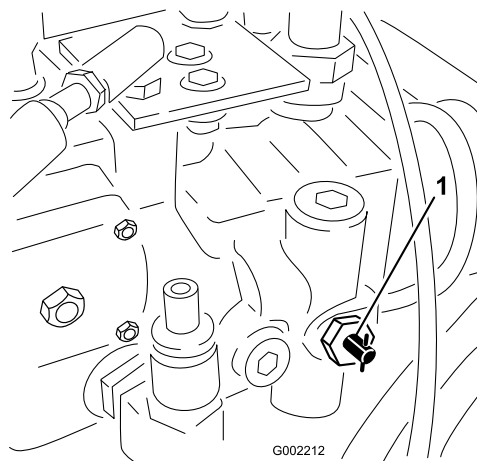

Figura 26
1. Gire la válvula de remolcado (Figura 26) 90 grados en cualquier sentido para abrirla.